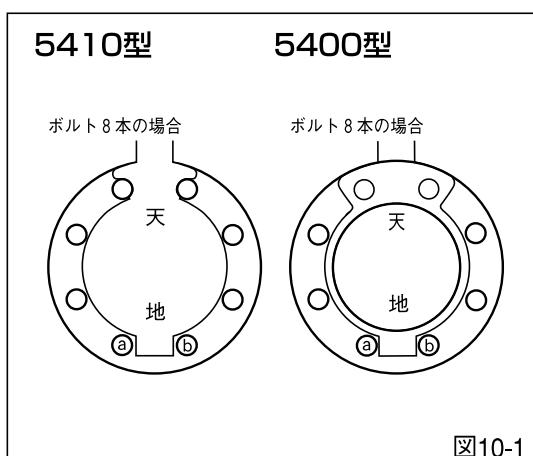

図10-1
- 7.ボルトの締め付け：まず天地状態で地のボルトⒶ、Ⓑを挿入し、バルブが落下しないようにしてください。次に他のボルトを順次挿入してください。（図10-1）